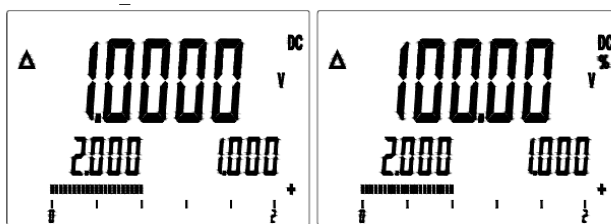

Рис. 9. Отображение ЖКИ в функции REL (Относит. измерения)
- Нажать однократно **REL** для выбора режима относительных измерений/ Relative. Прибор не может перейти в режим относит. Измерений пока на дисплее будет текущее показание **OL** (перегрузка). Мультиметр переходит в ручной выбор диапазона в случае включения режима REL. Опорное значение (Ref) появится на втором вспомогательном экране. Новое измерение параметра будет отображаться на первом вспомогательном экране. Абсолютная разница между эталонным и новым измерением отображается на главном индикаторе (см. рис. 9).